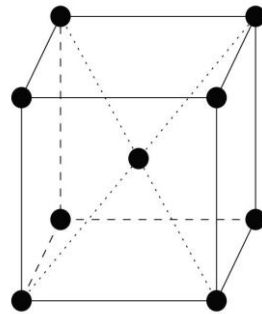

Fig2- Structure cubique centré (CC)
- pour des températures inférieures à 912 °C : le fer, appelé fer- α , cristallise dans un système cubique centré (CC). La structure cristallographique est donnée en figure 2;